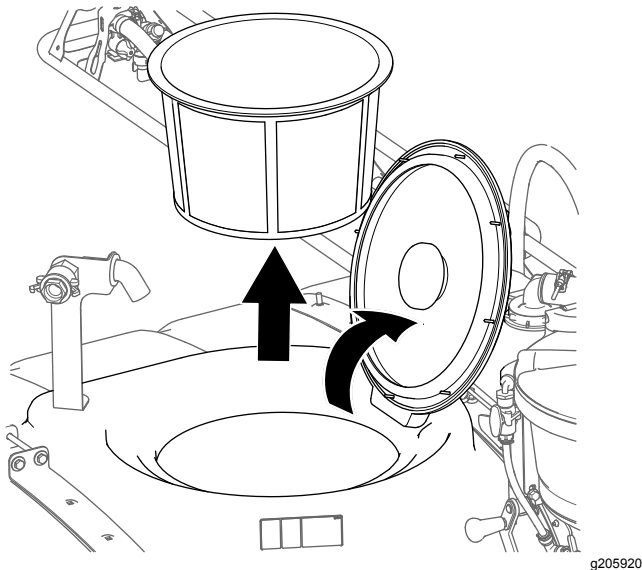

Figura 14
1. Abra la tapa del depósito de fumigación y retire el filtro (Figura 14).